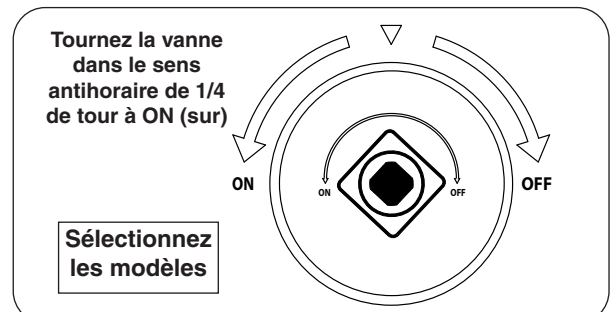

Fig. 40-2 SUR/ÉTEINDRE vanne clé détail
2. Simuni, tournez la SUR/ÉTEINDRE vanne clé de la hauteur dans le sens antihoraire de 1/4 de tour à la position **ON** (sur) (Fig. 40-2).